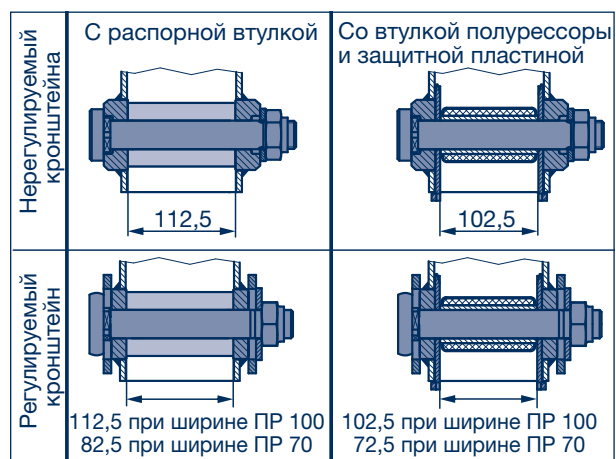

Рисунок 14
- [22] Установить новые втулки и предварительно натянуть с помощью распорной втулки или втулки полурессоры (1005) вместе с установленными защитными пластинами (1525), выровнять по центру – при наличии регулируемого кронштейна в горизонтальном направлении – и прихватить сваркой, см. рисунок 14. (LF = полурессора)